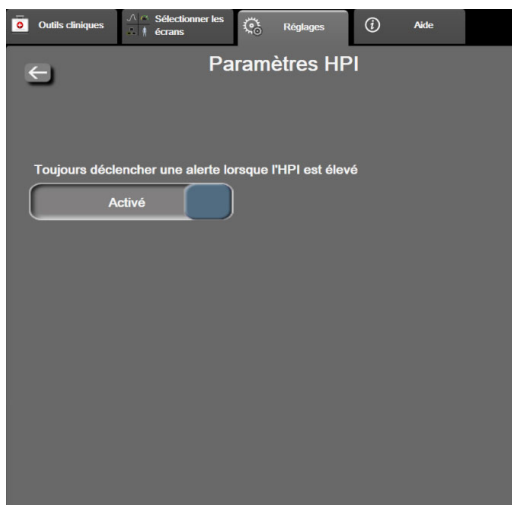

Figure 13-4 Configuration des paramètres – Indice de prédiction d'hypotension
- 5 Appuyer sur le bouton bascule **Toujours déclencher une alerte lorsque l'HPI est élevé** pour placer l'indicateur sur **Désactivé**. Voir figure 13-4.